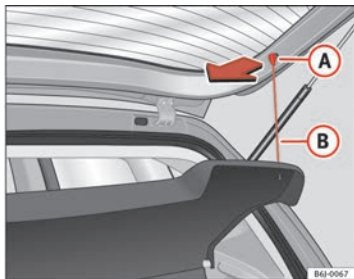

Abb. 86 Hutablage
- Die Streben ⇒ Abb. 86 B aus den Aufnahmen A aushängen.